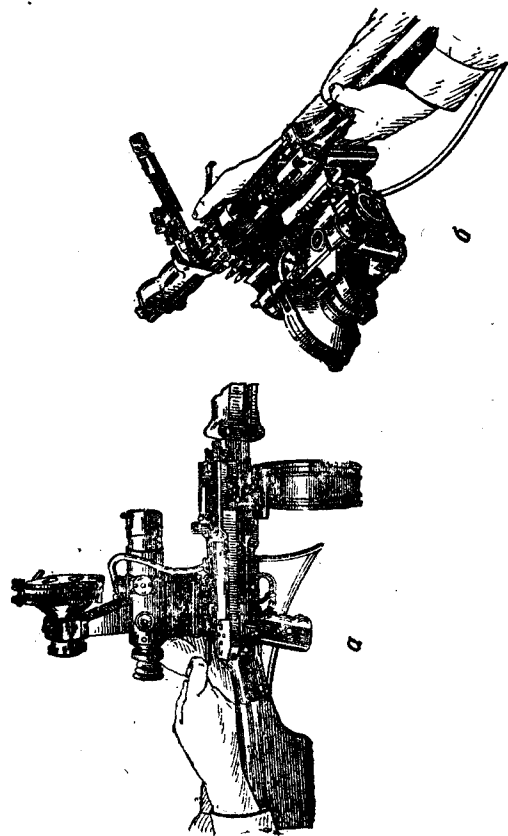

Рис. 73. Заряжание ручного пулемета с присоединенным прицелом:
- зарядить автомат (ручной пулемет); при зарядании ручного пулемета, если лента от наконечника имеет звенья, не заполненные патронами, перед открыванием крышки ствольной коробки отвести ночной прицел левой рукой за корпус влево, предварительно пальцем правой руки оттянуть запирающий стержень основания кронштейна (рис. 73), зарядив пулемет, и поставить ночной прицел на место;